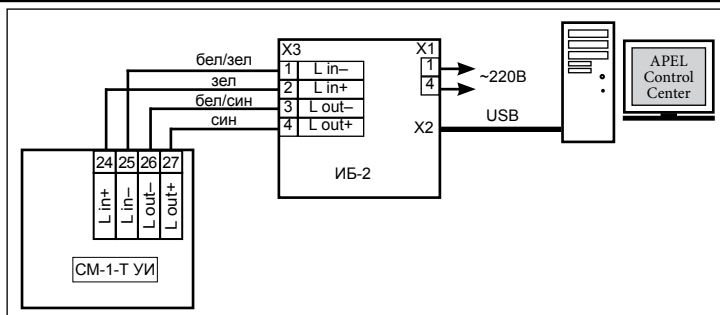

Рисунок 4. СМ-1-Т УИ. Подключение интерфейса связи.
6.8 Если необходима работа счётчика моточасов в составе компьютерной системы управления технологическим оборудованием APEL Control Center, подключите кабель последовательного интерфейса к соответствующим контактам (Рисунок 4) Рекомендуется использовать кабель с витыми парами типа UTP5. В момент ответа на полученную с компьютера команду в правом разряде дисплея загорается десятичная точка.